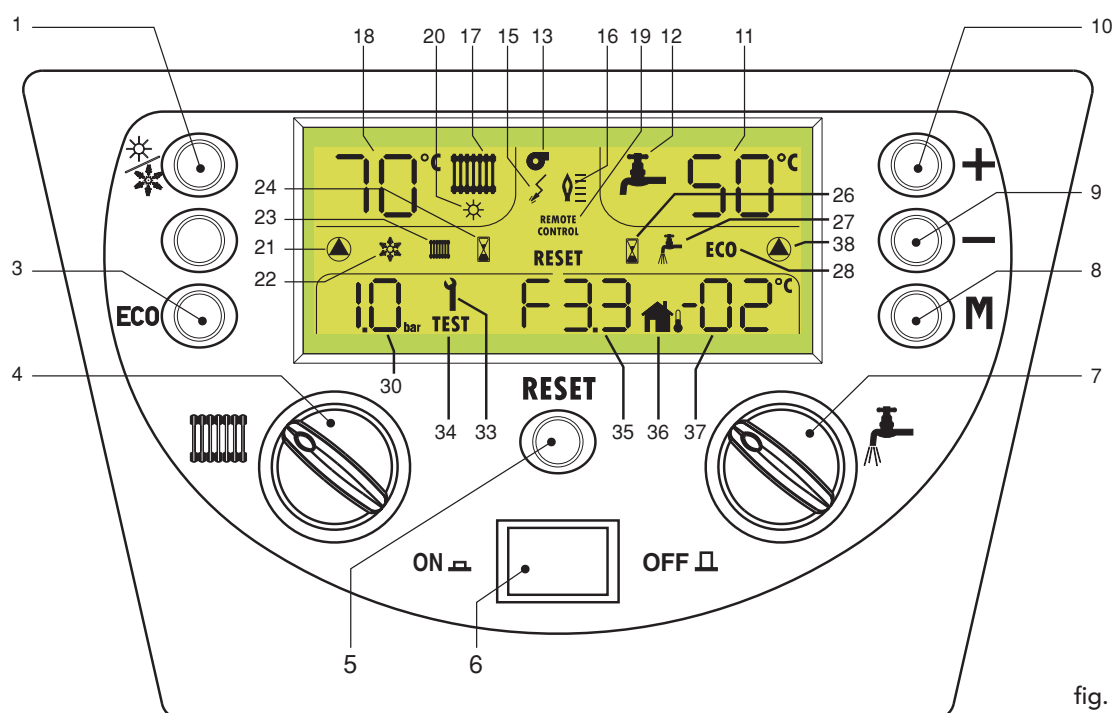

fig. 1
Per inserire o disinserire la funzione **comfort** è sufficiente premere il pulsante (ECO) - 3 fig. 1).
Per il ripristinarla bisogna premere il tasto Reset (5 - fig. 1).
- Premere il tasto ON/OFF (vedi fig.1)
Premere il tasto ON/OFF (vedi fig. 1).
Per selezionare una delle due modalità è sufficiente premere il tasto  (1 - fig. 1).